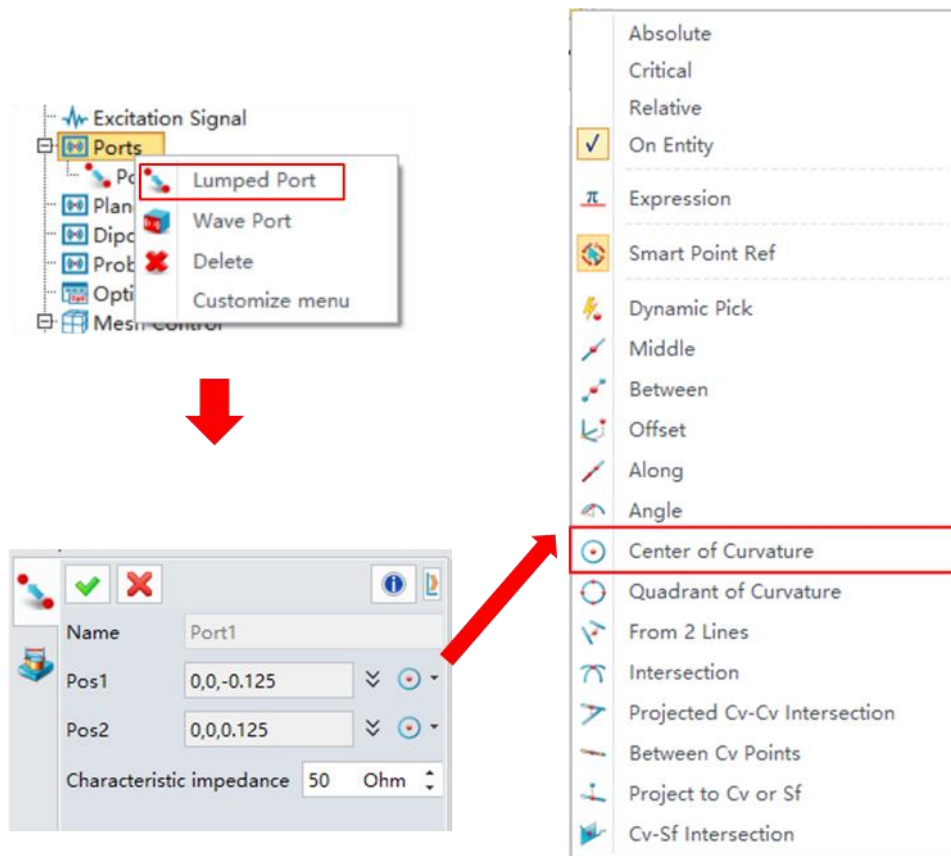
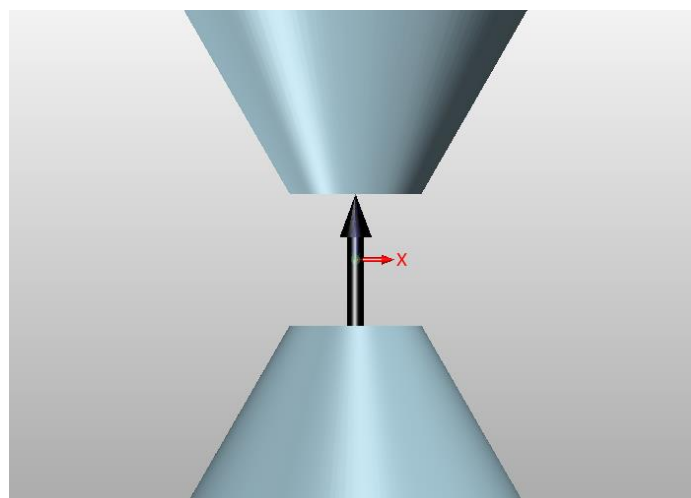

图11. 激励源设置
图12. 集总端口
和 pos2 中输入激励源的坐标（可以点击输入框右侧的【】来选择特殊点捕捉工具捕捉圆锥顶面圆心位置），再在 Characteristic impedance 栏中保持默认设置 50Ohm，单击【】完成设置，见图 11。设置完成后，将在模型中出现一个箭头表示端口，见图 12。